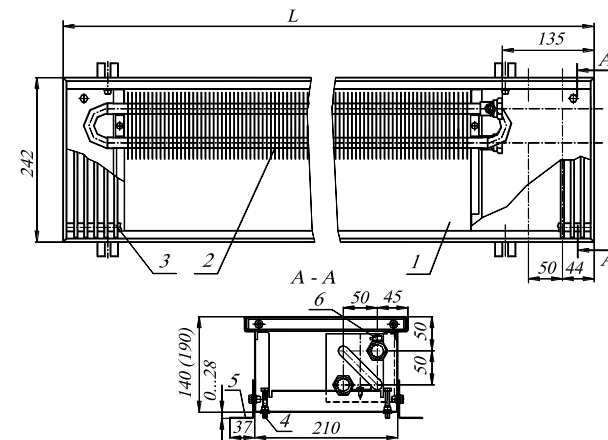

Рис. 1 Конвектор КРК 24.14(19).060...310 - П
4.1. Конвектор состоит из следующих основных элементов (см. рис.1):